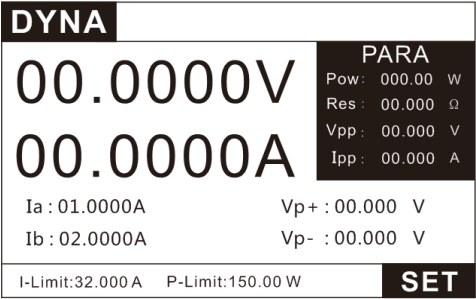

图 3.16 DYNA 测试界面
- 1、按 **MODE** 键进入模式选择页面，按上下键选择 DYNA，按 **ENTER** 键进入 DYNA 测试界面图 3.16。